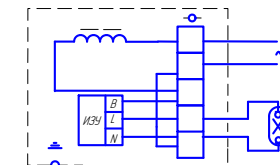

Рис. 2
8.2 Для подключения аппарата к сети и лампе нужно: а) снять крышку, отвернув винты; б) пропустить кабели через ниппели и произвести монтаж согласно схеме, указанной на рис.2; в) установить крышку в первоначальное положение, завернув винты.